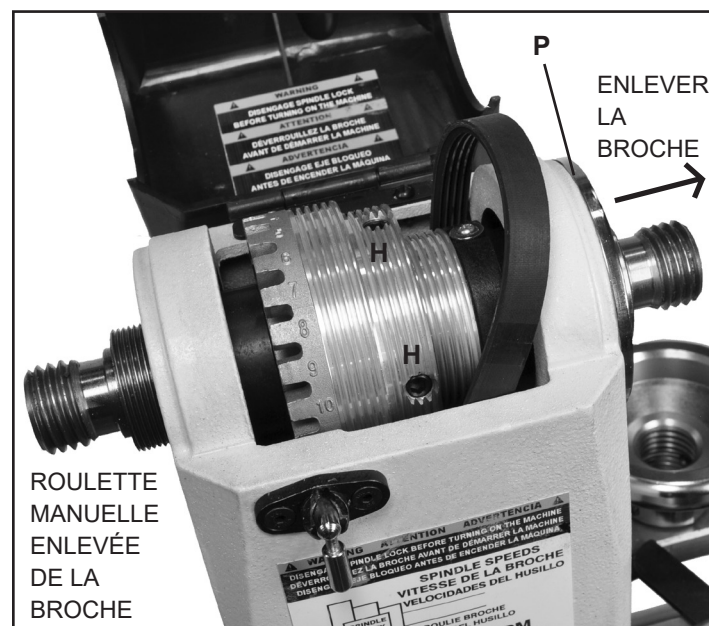

FIG. 16
7. Du côté opposé et intérieur de la poupée fixe, enlever la plaquette d'embout du roulement (#6B) en dévissant les trois vis à tête hexagonale (#5B) avec une clé hex. de 3 mm. FIG. 16, P.
8. Desserrer et enlever les vis de réglage (FIG. 16, H) qui relie la poulie de la broche (#24B) à la broche. La poulie devrait être maintenant desserrée de la broche. **REMARQUE** Il y a deux (2) vis de réglage (#22B & 23B), une par-dessus l'autre, dans chacun des deux (2) trous filetés. Cet empilage de vis permet d'empêcher les vis de réglage de se desserrer durant le fonctionnement de la machine.
Lorsqu'il y aura suffisamment d'espace, la vieille courroie d'entraînement pourra être enlevée autour de l'extrémité de la broche et être remplacée par une courroie neuve. Figure 16.